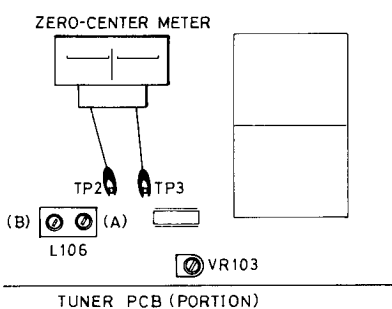

Fig. 2
2. Receive 90MHz (90.1MHz) (1mV) signal from FM signal generator. Adjust the first core (A) of L106 so that the zero-center meter falls on mid-position.
3. Next adjust the core (B) of L106 to minimize distortion.
4. Repeat steps 2 and 3 until no further improvement is noticed. (Fig. 2)
Receive 90MHz (90.1MHz) (2 to $5\mu\text{V}$) from the FM signal generator. Verify that the output disappears when the muting switch is set to ON. Then increase the Antenna input level to $20\mu\text{V}$ and adjust the potentiometer VR103 so that the output just appears. Reduce the antenna input level once, and gradually increase it up to $20\mu\text{V}$, at which level the signal output should appear. (Fig. 2)
3. Ajuster ensuite le noyau (B) de L106 de façon à obtenir une distorsion minimum.
4. Répéter les opérations des points 2 et 3 jusqu'à ce qu'il ne soit plus observé d'amélioration. (Fig. 2)
Appliquer un signal 90MHz (90,1MHz) (2 à $5\mu\text{V}$) à l'aide du générateur de signaux MF. Vérifier que la sortie disparaît lorsque le commutateur d'amortissement est amené sur la position ON. Augmenter ensuite le niveau d'entrée sur antenne à $20\mu\text{V}$ et ajuster le potentiomètre VR103 de façon à ce que la sortie apparaisse tout juste. Réduire rapidement le niveau d'entrée sur l'antenne et l'augmenter progressivement jusqu'à $20\mu\text{V}$, niveau auquel la sortie du signal doit alors apparaître. (Fig. 2)